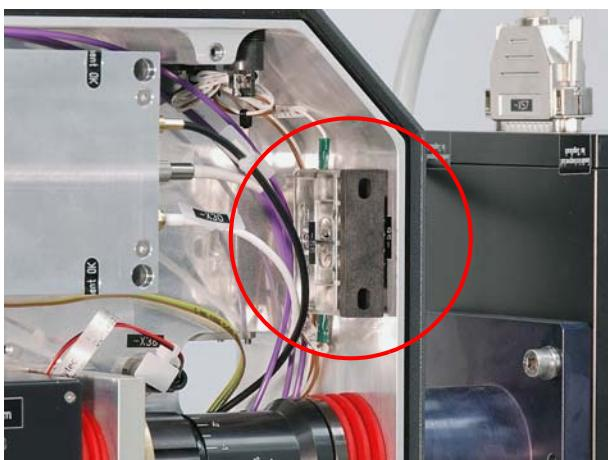

Abbildung 6.23 Interlockschalter überbrückt
2. Interlockschalter (Abbildung 6.23) brücken.